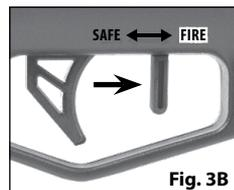

Fig. 3B
2. Der Sicherheitshebel befindet sich in der Position **FEUER** (FIRE) und "**ENTSICHERT**" ("OFF SAFE"), wenn sich der Sicherheitshebel in der vorderen Position "FEUER" (FIRE) befindet, und er nicht weiter nach vorne bewegt werden kann (Abb. 3B).